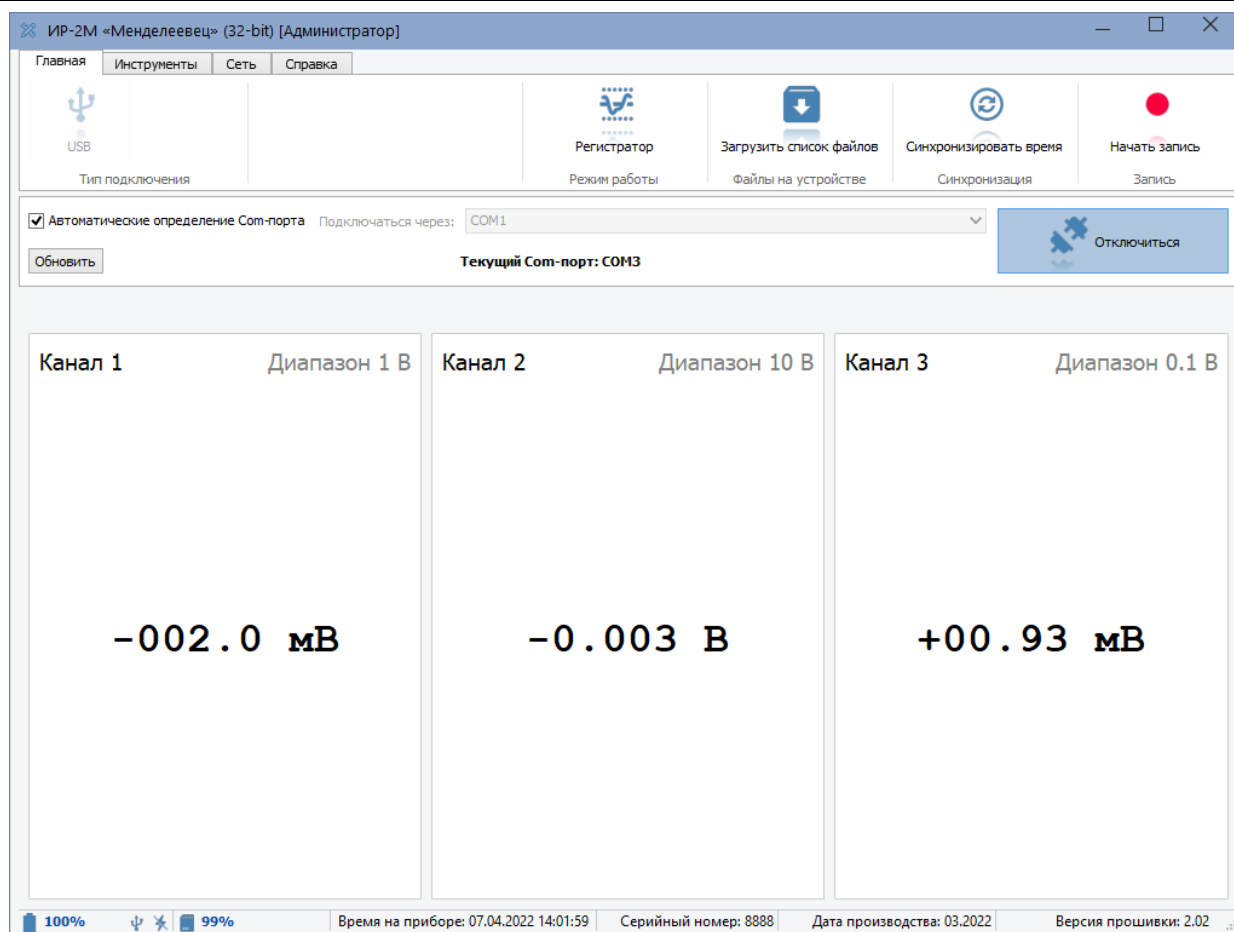

Рисунок 31 – Текущие измерения приложения для ПК
3.7.2.3 Нажмите кнопку «Подключиться». Появятся текущие измерения (рисунок 31).